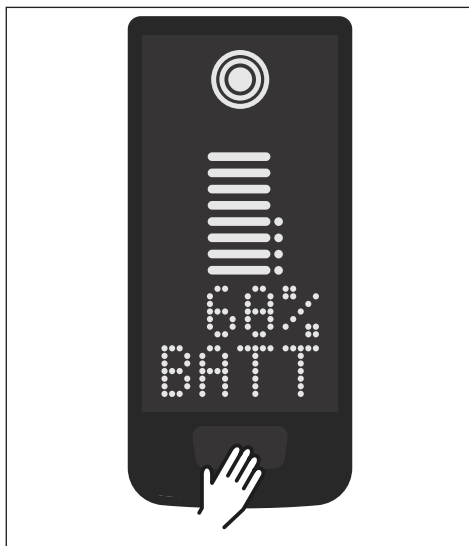

Fig. 3: Éléments de commande et d'affichage sur Display
- ▶ Allumez le Drive Unit en appuyant **brièvement** sur le bouton de commande de Display (voir Fig. 3).
- ▶ Éteignez le système en appuyant **longuement** (>3 s) sur la touche de commande de Display (voir Fig. 3).